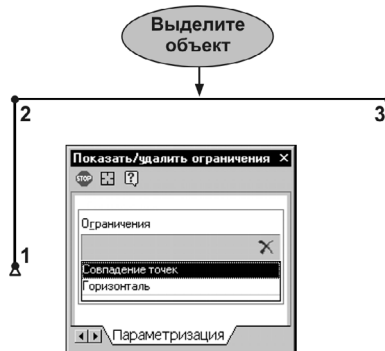

Рис. 59.31.
2. Выделите отрезок 2–3 и проверьте его связи и ограничения (рис. 59.31). Угол наклона отрезка  $0^\circ$  был задан в поле Панели свойств. При включенном режиме параметризации горизонтальности и вертикальности это привело к наложению ограничения *горизонталь*.